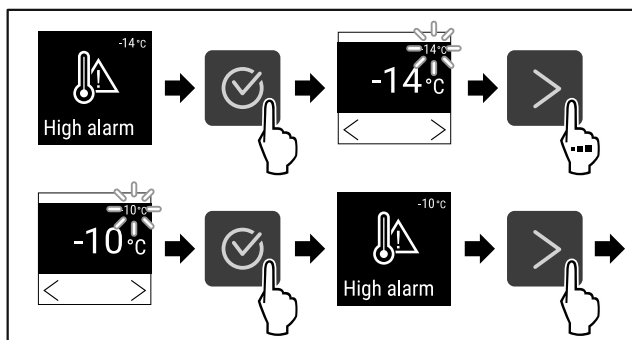

Fig. 98
- ▶ Suorita toimenpidevaiheet (katso Fig. 98).